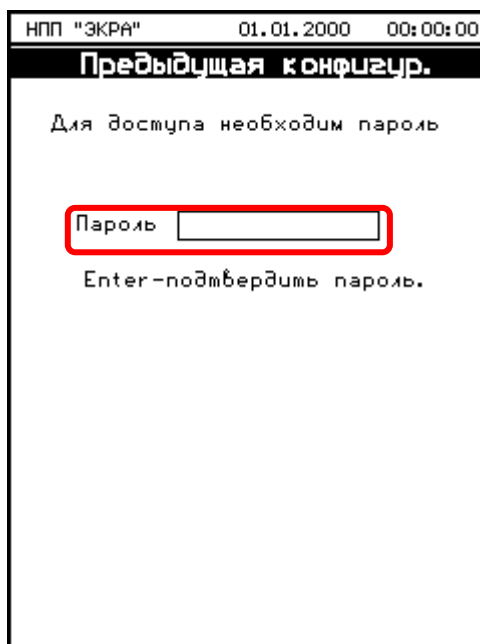

Рисунок 30 – Предыдущая конфигурация
7.5.1 Для возврата к предыдущей конфигурации следует на дисплее выбрать пункт **Предыдущая конфигурация**. Затем, необходимо ввести с помощью цифровых кнопок пароль – **0100** (см. рисунок 30).